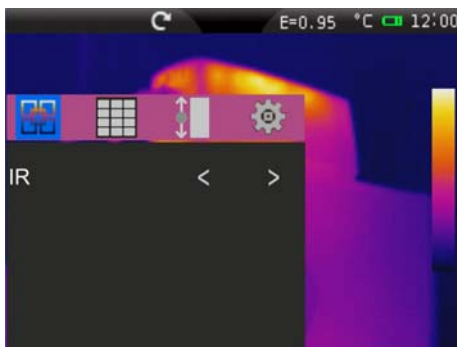

Fig. 41: Configuración y visualización imagen IR
- **IR** → visualización solo imagen IR (vea el Fig. 41)